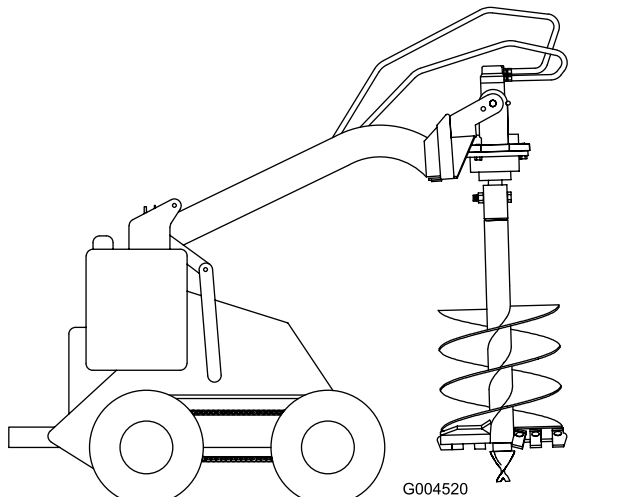

Figura 9
13. Levante el taladro del suelo (Figura 9).
con la placa de enganche para estabilizar el taladro y evitar que se balancee libremente (Figura 9).
1. Levante el taladro de modo que no toque el suelo y esté en posición vertical (Figura 9).